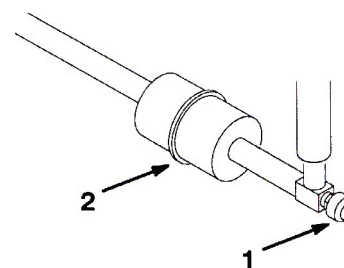

図40
燃料フィルタはインライン・タイプで、燃料タンクとキャブレタの間に設置してあります (図40)。800 時間ごと、又は燃料の流れが悪くなれば交換してください。フィルタに付いている矢印をエンジンの方に向けて取り付けてください。
1. 燃料バルブを閉じ、燃料フィルタ (図40) のキャブレタ側のホースクランプをゆるめてホースを外す。
2. フィルタの下に容器を置き、もう一方のクランプも外してフィルタを取り出す (図40)。